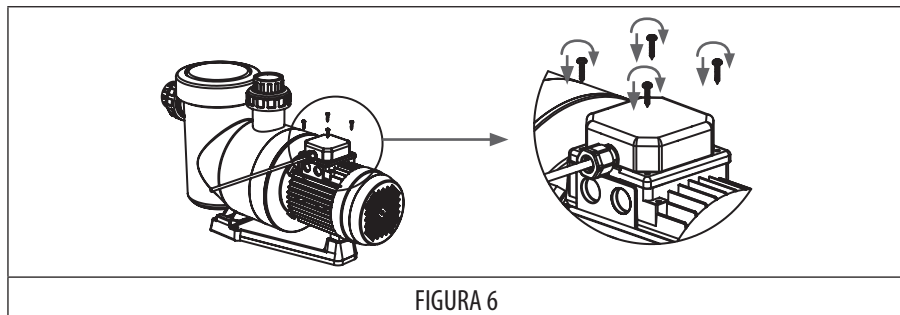

FIGURA 6
5. Chiudere il contenitore dei collegamenti elettrici, controllando che la giunzione sia al suo posto e stringere le viti. (FIGURA 6)